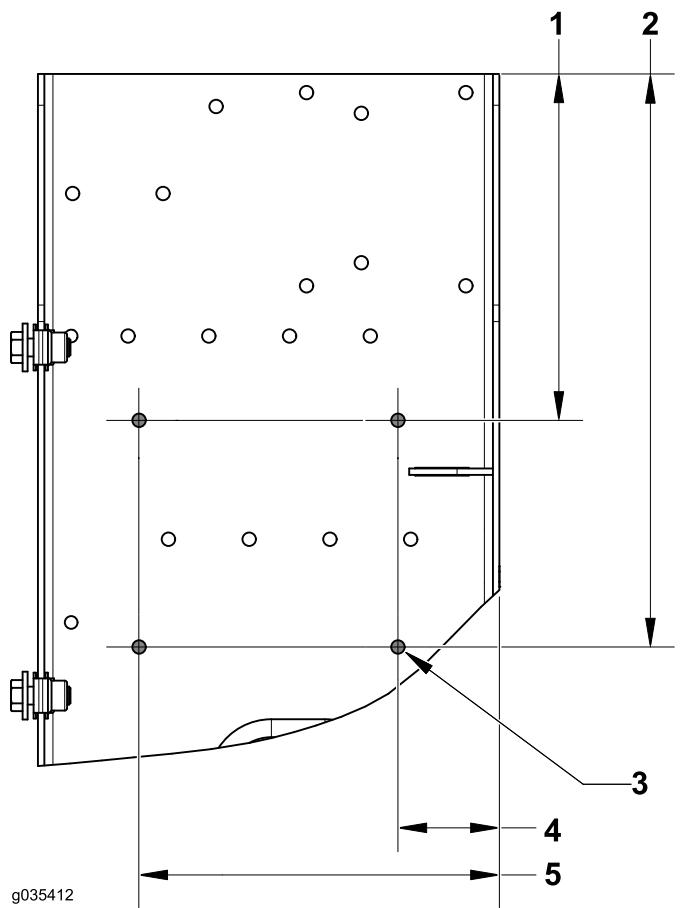

Figura 8
4. Individuate e praticate i seguenti fori per il controller (Figura 8).